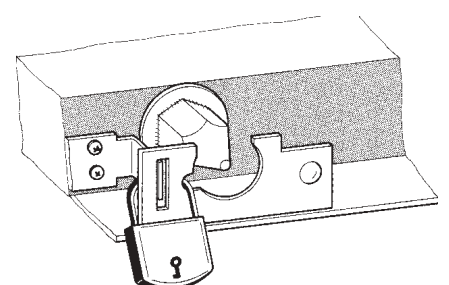

Fig. 25
- die Verriegelung gegen Einschalten (Fig. 25), (Schalter ist nicht einschaltbar).
- The closing lockout (Fig. 25) can be secured (the breaker then cannot be closed).